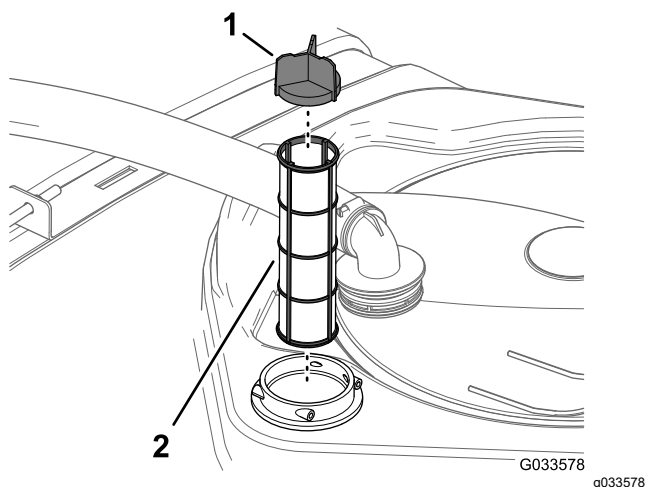

Figura 59
4. Îndepărtați filtrul de aspirație vechi din carcasa filtrului din rezervor (**Figura 59**).